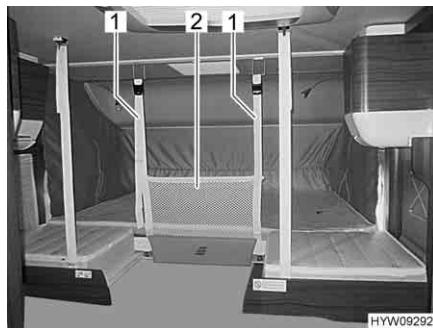

Fig. 106 Rete protettiva (letto basculante longitudinale)
- Staccare le cinture di ritegno (Fig. 106,1) e sistemare la rete protettiva (Fig. 106,2) sotto il materasso.
La rete protettiva con le cinture di ritegno è sistemata sotto il materasso del letto basculante. Fissare la rete protettiva (Fig. 106,2) soltanto dopo che le persone si sono stese nel letto basculante.
- Aggiungere le cinture di ritegno (Fig. 106,1) ai ganci del soffitto.